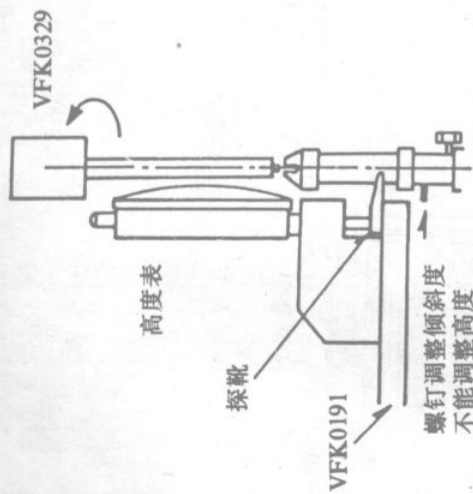

图 53
③用调整螺丝刀转动导柱，降低两个磁带导柱(P2和P3)的高度，使磁带导柱的下端低于调整模板的基面，如图53所示；